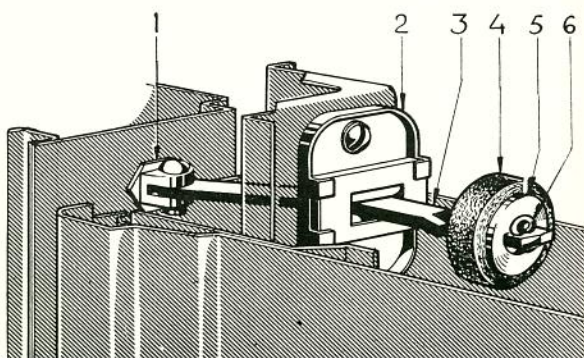

Bild 28. Dörrstopp
3. Tag bort saxpinne (6), bricka (5) och gummi-buffert (4) för dörrstoppen, se bild 28.
3. Lossa muttern för dörrstoppens gaffelbult (1, bild 28) och lyft bort denna jämte länken (3).
4. Vid behov utbytes spärrhuset (2). Det är fastsatt med skruvar.